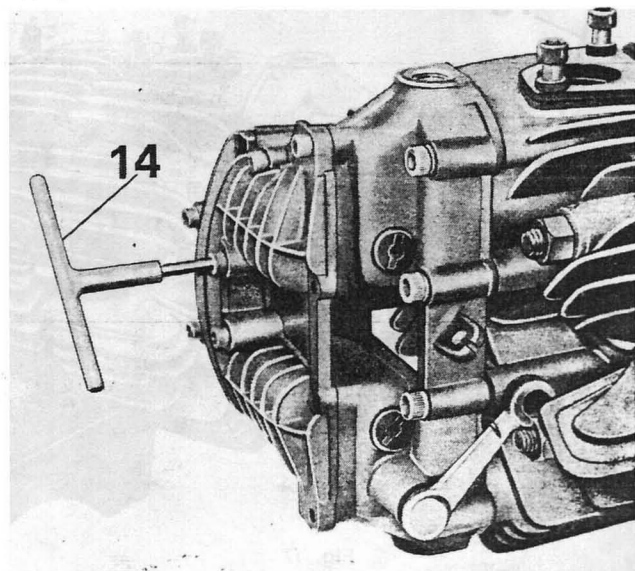

Fig. 16
- il coperchio sul supporto svitando le viti a brugola con chiave speciale n° 10913900 (14 di fig. 16);